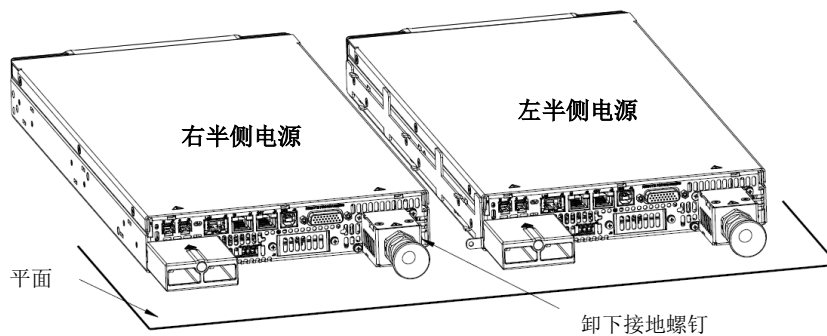

图 4-7: 准备安装电源
3. 将两台电源并排放置在平面上，然后卸下右半侧电源的接地螺钉，如图 4-7 所示。